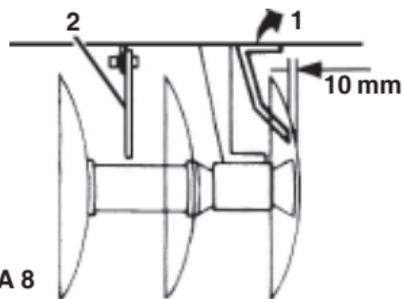

FIGURA 8
18 - Fixar os limpadores item 1 figura 8 nas armações dianteira e traseira deixando uma folga de mais ou menos 10 mm entre o disco e o limpador.
19 - Colocar também os limpadores centrais item 2, figura 8 nas armações dianteira e traseira.